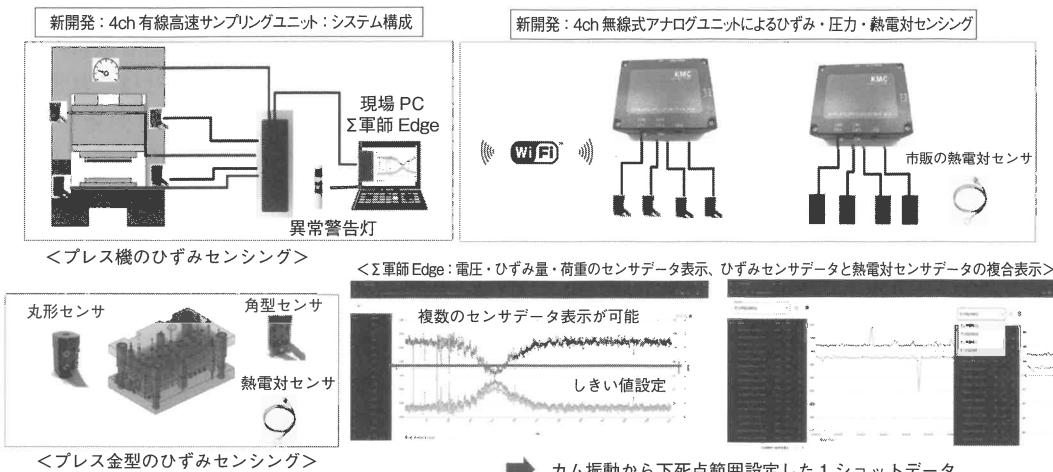

図2 プレスモニタリングのシステム図（プレス機・金型ひずみ+熱電対による型温測定とΣ軍師 Edge データ例）
常設用には、1ch と 4ch の無線・有線ユニットとひずみセンサを連結させた「プレスモニタリン」システムが活躍している（図2）。金型にもプレス機にも複数のひずみセンサとセンサユニットが設置され、常時変位監視ができるシステムだ。現場 PC 「Σ軍師 Edge」のデジタルデータ監視（1ショットグラフと数値表示）としきい値設定により、異常監視と赤色灯とを連携させた警告機能や、CSV 出力により生産技術者による分析も可能だ。
- ① 材料センサ：板厚測定センサ・材料の非接触温度センサ
- ② ミスフィードセンサ：順送金型などの材料の送り不具合をパイロット穴を利用して、半導体ひずみセンサで測定
- ③ プレス金型内圧センシング：センサプレートに4～16chの丸形センサを組み込み、内圧分布を測定
- ④ パンチ荷重・背圧センシング：パンチ後端に丸形センサを組み込み、パンチにかかる荷重を測定
- ⑤ パンチ曲がり計測センサ：平板のプレートに半導体ひずみセンサを貼り付け、パンチにかかる曲がり応力を測定
- ⑥ パンチ・ダイの光ファイバー温度センサ：熱電対では得られない高精度・高速温度センシング
- ⑦ プレス機・金型のひずみ・圧力センサ・熱電対センサ：図2参照
- ⑧ プレス材料・金型の温度センシング：「サモモニタリン」
- ⑨ プレス機内、工場の環境温湿度センサ：Stethoscope II 無線式温湿度センサ
- ⑩ 研究開発：エアーマイクロ／渦流式型開き